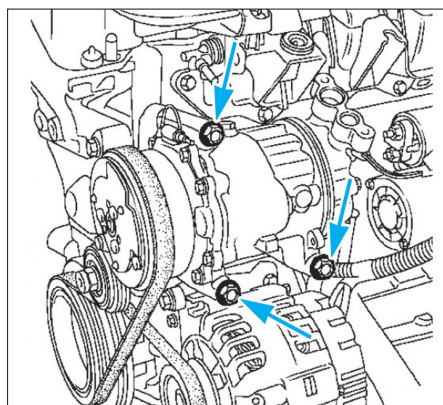

Fig. 34
- les vis de fixation du compresseur de climatiseur (Fig.34).